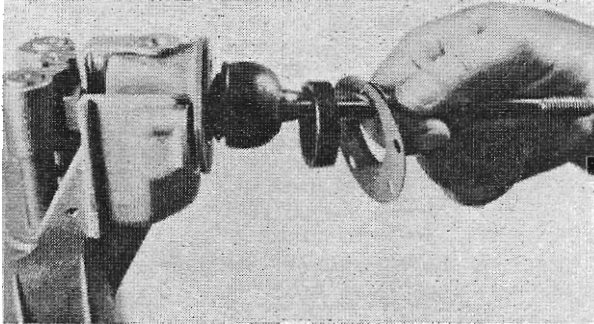

Abb. 60
3. Konische Druckfeder (629) mit dem größeren Innendurchmesser zuerst in die Führungsbüchse legen. Kalotte (631) und Halteblech (632) über den Schalthebel (630) streifen, Schalthebel in die Druckfeder einführen (Abb. 60). Halteblech und Führungsbüchse mit den 4 Zylinderschrauben (634) und den unterlegten Federscheiben am Schaltbock befestigen, Abdeckkappe (636) auf den Schaltbock schieben und in die beiden Lappen einhängen. Kerbstifte (627) einsetzen, Faltenbalg (623) aufsetzen und am Halteblech einhängen.